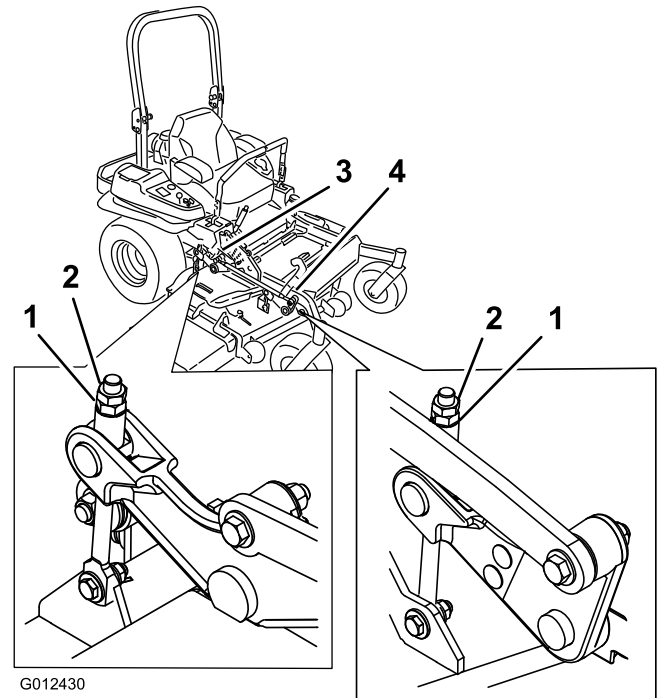

**Figure 92**
9. De chaque côté du plateau de coupe, mesurez la distance entre la surface plane et la pointe avant de la lame (position A). On doit obtenir un écart de 7,6 cm (Figure 92).
15. De chaque côté du plateau de coupe, mesurez la distance entre la surface plane et la pointe arrière de la lame (position B). On doit obtenir un écart de 8,3 cm (Figure 92).